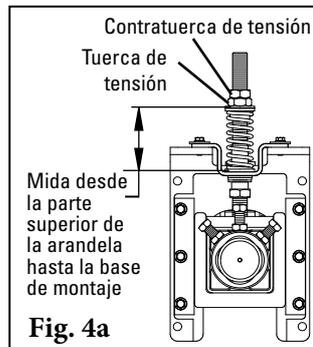
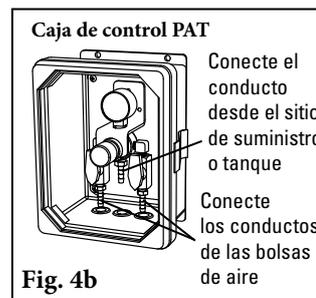
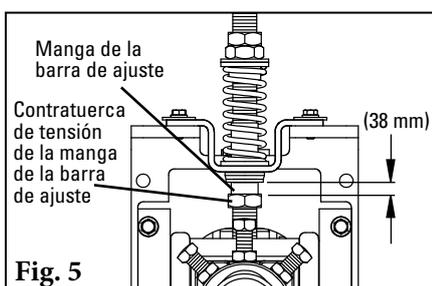

Fig. 4a
Fig. 4b
Fig. 5
4a. **Tensor de resorte:** Afloje las contratueras de tensión inferiores en ambos lados. Gire las tuercas de tensión hasta que haya alcanzado la compresión correcta del resorte (Fig. 4a). La compresión del resorte es determinada por la longitud del resorte. Consulte la tabla a continuación para conocer la longitud correcta del resorte para su ancho de banda.
4b. **Tensor de aire:** Con las piezas que se suministran, sujete un conducto a cada bolsa de aire y coloque los conductos en el lado de la salida de la caja de control (Fig. 4b). **NOTA:** Asegúrese de que los conductos estén lejos de manera segura de la banda. Conecte el conducto desde el lado de la entrada de la caja al suministro o tanque de aire del sitio. Revise las conexiones para ver si hay fugas y establezca la presión según la tabla del lado derecho. Es posible reducir la presión para ajustar la aplicación. Consulte la tabla a la derecha para saber la presión de aire correcta para su ancho de banda.
5. **Coloque la manga de la barra de ajuste.** Después de ajustar la tensión de la hoja, atornille la manga de la barra de ajuste en el buje UHMW hasta que 38mm queden expuestos (Fig. 5). Apriete la contratuerca de tensión de la manga de la barra de ajuste.
5. **Reensamble el tensor SAT XD.** Retire los tres tornillos de la placa de soporte de bolsa de aire (Fig. 4a). Gire el accesorio roscado hacia la placa de soporte. Gire también parte del accesorio roscado en el orificio en el montaje del eje (Fig. 4b). Asegúrese de que todavía se vea 6 mm del accesorio roscado, luego gire la bolsa de aire en el accesorio roscado y apriete (Fig. 5).